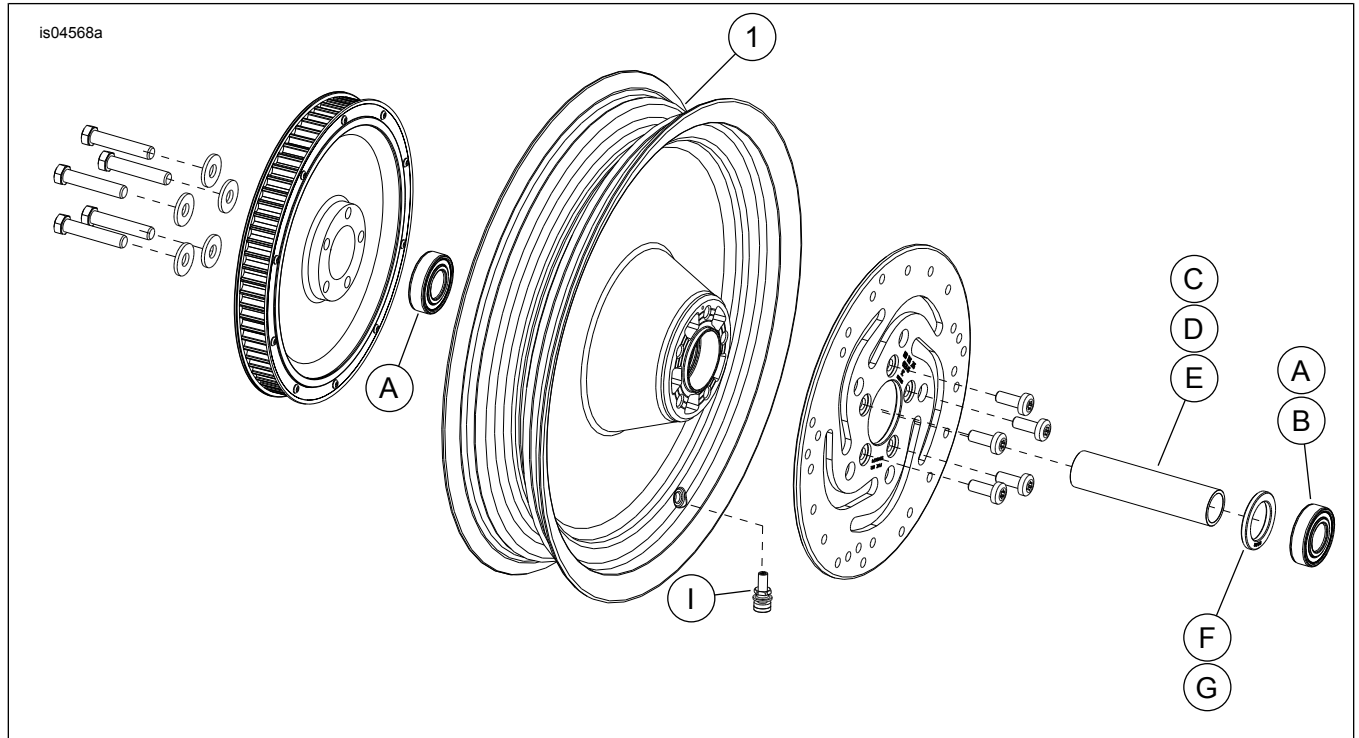

Abbildung 1. Ersatzteile: Hintere Scheibenräder (16 Zoll abgebildet)
Siehe Abbildung 1 und Tabelle 2
2. Siehe Abbildung 1. Die Ventilschaft-Baugruppe (I) am Rad anbringen. Siehe REIFEN im Werkstatthandbuch.